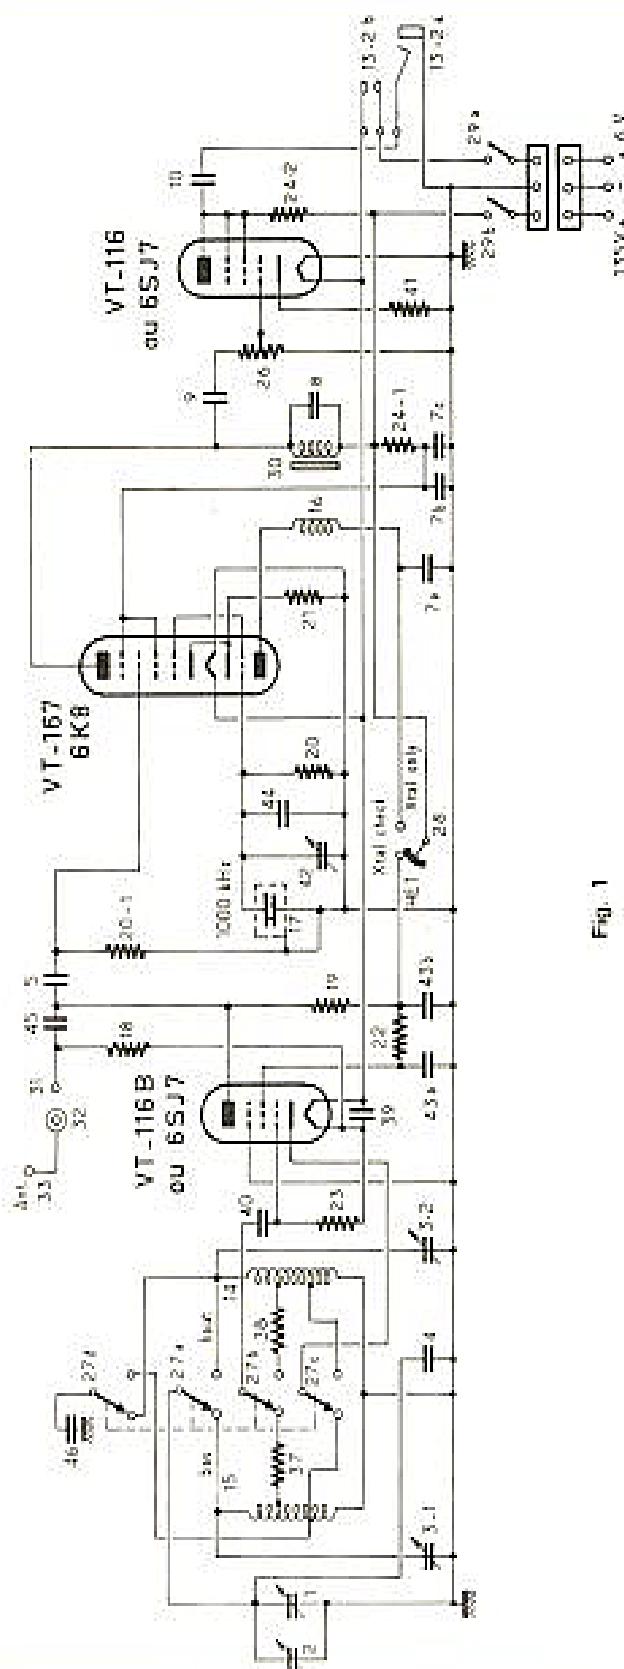

Fig. 1
Enfin, le dernier tube 6 SJ 7 (amplificateur BF) est remplacé par un autre FET, toujours du type 2N3819, et monté exactement comme nous l'avons indiqué pour la figure 1. Sur l'appareil proprement dit, il faut shunter la résistance (24-2) de 15 k $\Omega$  par une autre résistance de 4,7 k $\Omega$ ; enfin, la résistance (41) de cathode de 300  $\Omega$  est remplacée par une résistance de l'ordre de 1 k $\Omega$  à 1,5 k $\Omega$ .